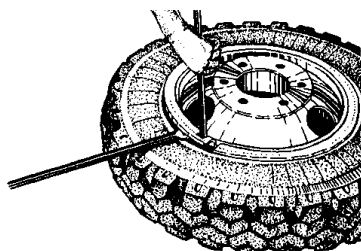

Рис. 5-12 Установка прямой лопатки в прорезь бортового кольца
5. Вставить конец прямой лопатки в прорезь на бортовом кольце, отжать его из замочной канавки, одновременно приподнимая его вверх вилочной лопаткой (рис. 5-12).